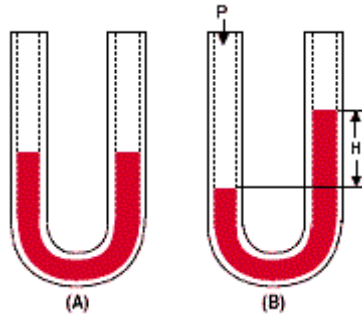

Figura 2. Manometrul cu lichid
Denivelarea coloanei de lichid dintr-un tub în formă de "U" este utilizată pentru măsurarea presiunilor relative (față de presiunea atmosferică) cu *manometrul cu lichid* folosind relația (2), $p=\rho \cdot g \cdot h$. În partea dreaptă a tubului în formă de "U" presiunea atmosferică care acționează pe suprafața lichidului se însumează cu presiunea datorată nivelului coloanei de lichid, la adâncimea H, vezi figura 2. În partea stângă a tubului, la același nivel, acționează pe suprafața liberă doar presiunea "p". Din egalarea celor 2 presiuni, din stânga și din dreapta la același nivel: